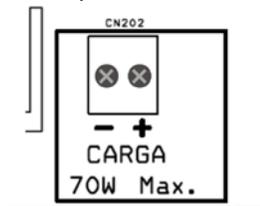

Figura 3: Conector para ligação da carga.
**Passo 2:** Conectar os cabos das luminárias no conector "CARGA", como ilustra a figura 3.